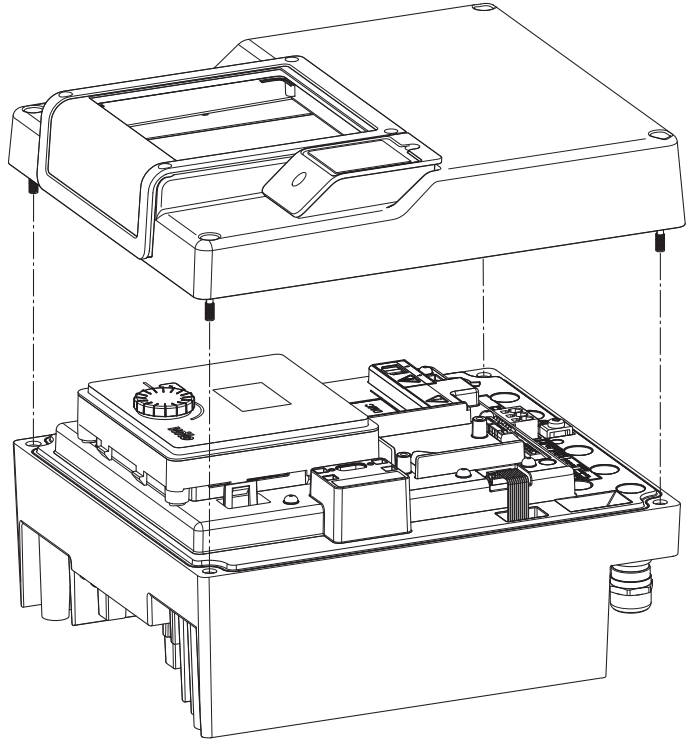

Fig. 45: Elektroonikamooduli katte avamine
- Avage elektroonikamooduli kate. (Fig. 45).